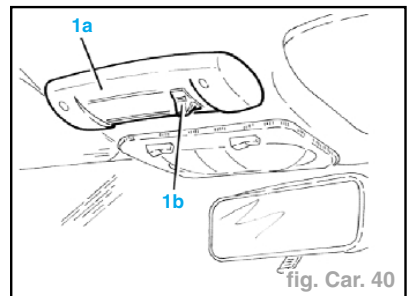

fig. Car. 40
- Déboîter la garniture (1a) en agissant sur l'agrafe (1b) (fig. Car. 40).